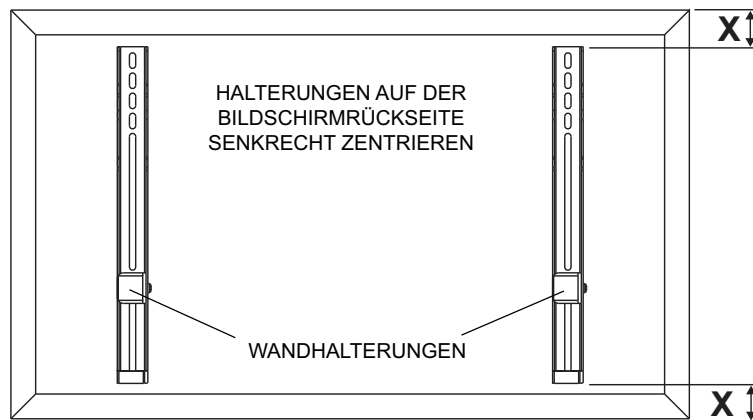

Abbildung. 2.1
- 2** Legen Sie ein Tuch auf eine flache, ebene Oberfläche, die das Gewicht des Bildschirms tragen kann, damit der Bildschirm nicht zerkratzt wird. Legen Sie den Bildschirm mit der Vorderseite nach unten ab. Falls der Bildschirm über Knöpfe auf der Rückseite verfügt, so müssen diese entfernt werden, damit die Adapterhalterungen befestigt werden können. Legen Sie die vertikalen Halterungen (B) auf die Bildschirmrückseite und richten Sie sie mit den Bohrungen auf der Bildschirmrückseite (siehe Abbildung 2.1) aus. Befestigen Sie die vertikalen Halterungen unter Verwendung der entsprechenden in Abbildung 2.3 dargestellten Kombination aus Schrauben, Mehrlochscheiben und Abstandhalter an der Bildschirmrückseite. Hinweis: Achten Sie darauf, dass Sie die vertikalen Halterungen so anbringen, dass sich die Wandhalterungen unten am Bildschirm befinden (siehe Abbildung 2.1). Hinweis: Zur Befestigung der Halterungen müssen die oberen und unteren Montagebohrungen verwendet werden. Wo immer mit den jeweiligen Befestigungsteilen und Bildschirmen möglich, sollten auch die mittleren Bohrungen verwendet werden. Achten Sie darauf, dass alle Bohrungen korrekt ausgerichtet sind und ziehen Sie dann die Schrauben mit einem Kreuzschlitzschraubendreher an.